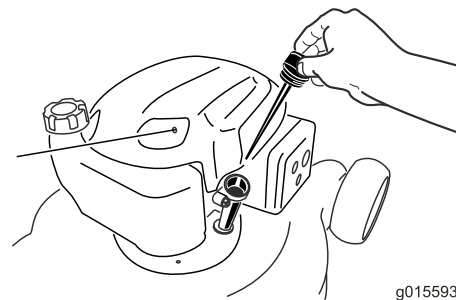

Figura 15
2. Rimuovete l'asta di livello, pulitela e inseritela nel tubo di riempimento dell'olio fino in fondo, **ma senza avvitarla** (Figura 15).